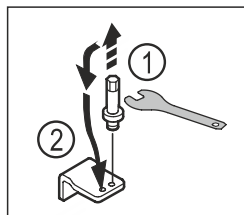

Fig. 22
- ▶ Wykręcić sworznie dolnej płytki zawiasu kluczem imbusowym SW5. Fig. 22 (1)
- ▶ Założyć sworznień po przeciwległej stronie. Fig. 22 (2)